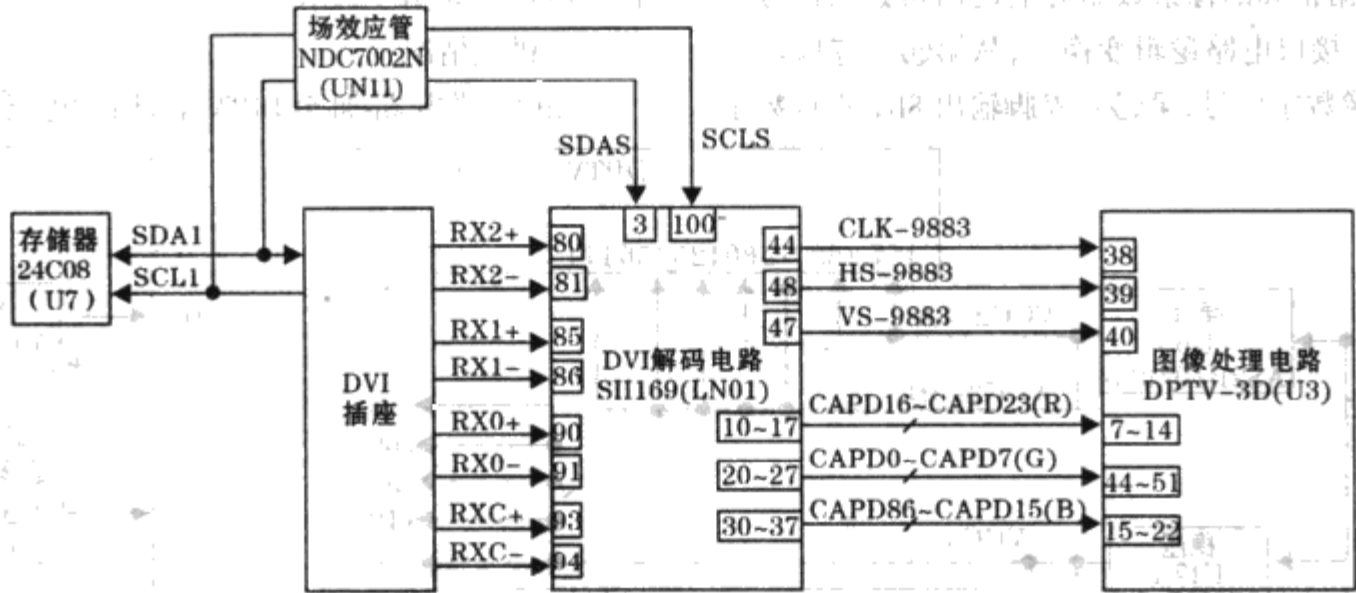
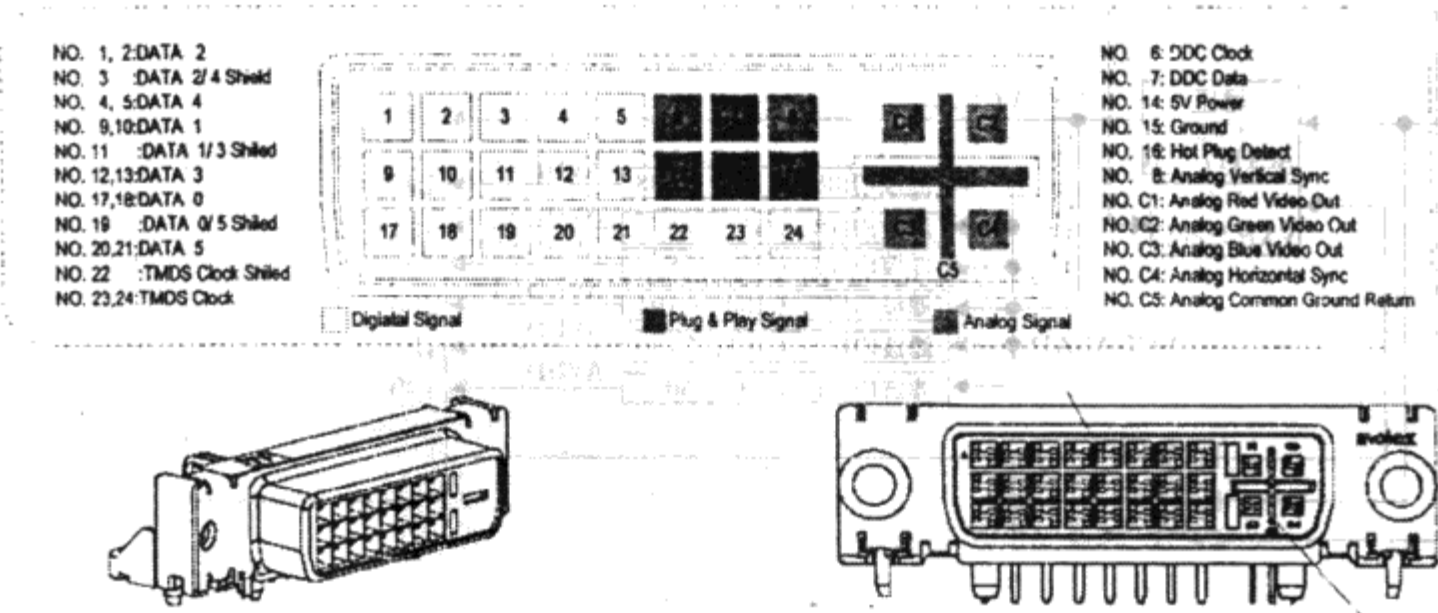

图3 DVI信号输入和解码电路
图4 DVI插座外观图
DVI 信号输入和解码电路如图 3 所示。DVI 插座外观如图 4 所示。DVI 针脚配置如表 1 所示。
根据图 3,计算机显卡输出三组差动图像数据信号 RX0-、RX0+、RX1-、RX1+、RX2-、RX2+ 和一组差动时钟数据信号 RXC-、RXC+,这些信号经 DVI 插座分别输入格式变换电路 SH169 第⑧、⑨、⑩、⑪、⑫、⑬、⑭脚,SH169 根据正确的像素数据对上述四路数据信号进行解码、48bit 接口电路逻辑变换后,从第⑩~⑰脚输出 8bit 的 R 图像数字信号,第⑱~⑳脚输出 8bit 的 G 数字